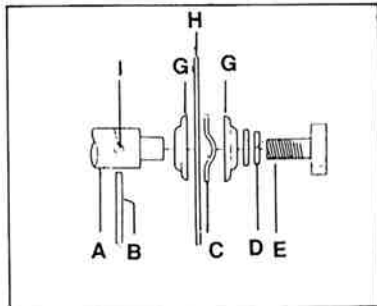

Abb. 10
- Mit dem Schraubenschlüssel lösen Sie die Sechskantschraube (D).
- Sägeblatt (H) demontieren.
- Flansch (G) auf die Welle schieben.
- Spannring(C), Flansch (G), Unterlagscheibe (F), Sicherungsring (E) und die Sechskantschraube (D) montieren.
- Bevor Sie den Netzstecker wieder einstecken, muss die Festhaltstange und der Gabelschlüssel wieder entfernt und die Verschalung montiert werden!!! (Abb.10+11)
Legende (Abb.10+11)